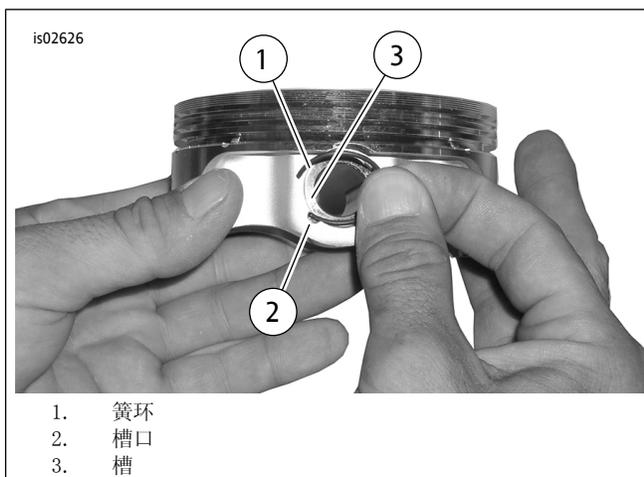

图2。簧环和活塞(图示为普通活塞)
2. 参见图2。将簧环(1)的开口端插入活塞销凸台周围槽(2)的槽口(3)，并使其间隙在安装后位于12:00或6:00点钟位置。